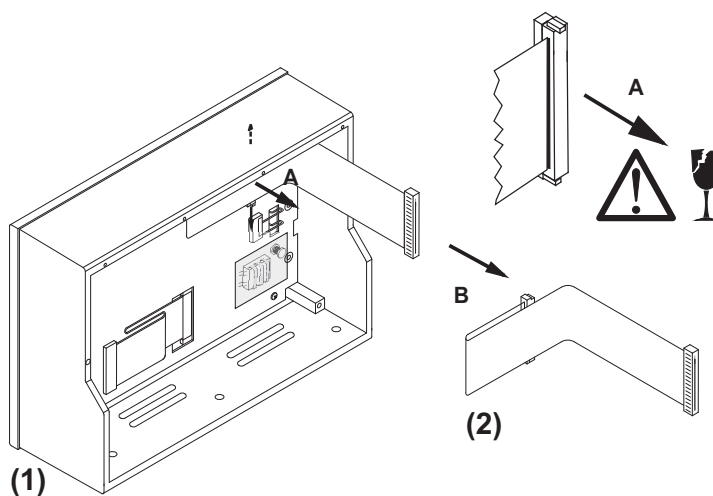

Bild 4-6: Lösen der anderen Verbindungskabel-Steckverbindung
7. Lösen Sie vorsichtig den oberen breiten Steckverbinder des anderen Endes des Verbindungskabels (mitte rechts oben direkt auf der Displayplatine). Gehen Sie dabei äußerst behutsam vor, um die Steckverbindung und das Kabel nicht zu beschädigen. (Bild 4-6) Legen Sie das Verbindungskabel zur abgelegten Hauptplatine.